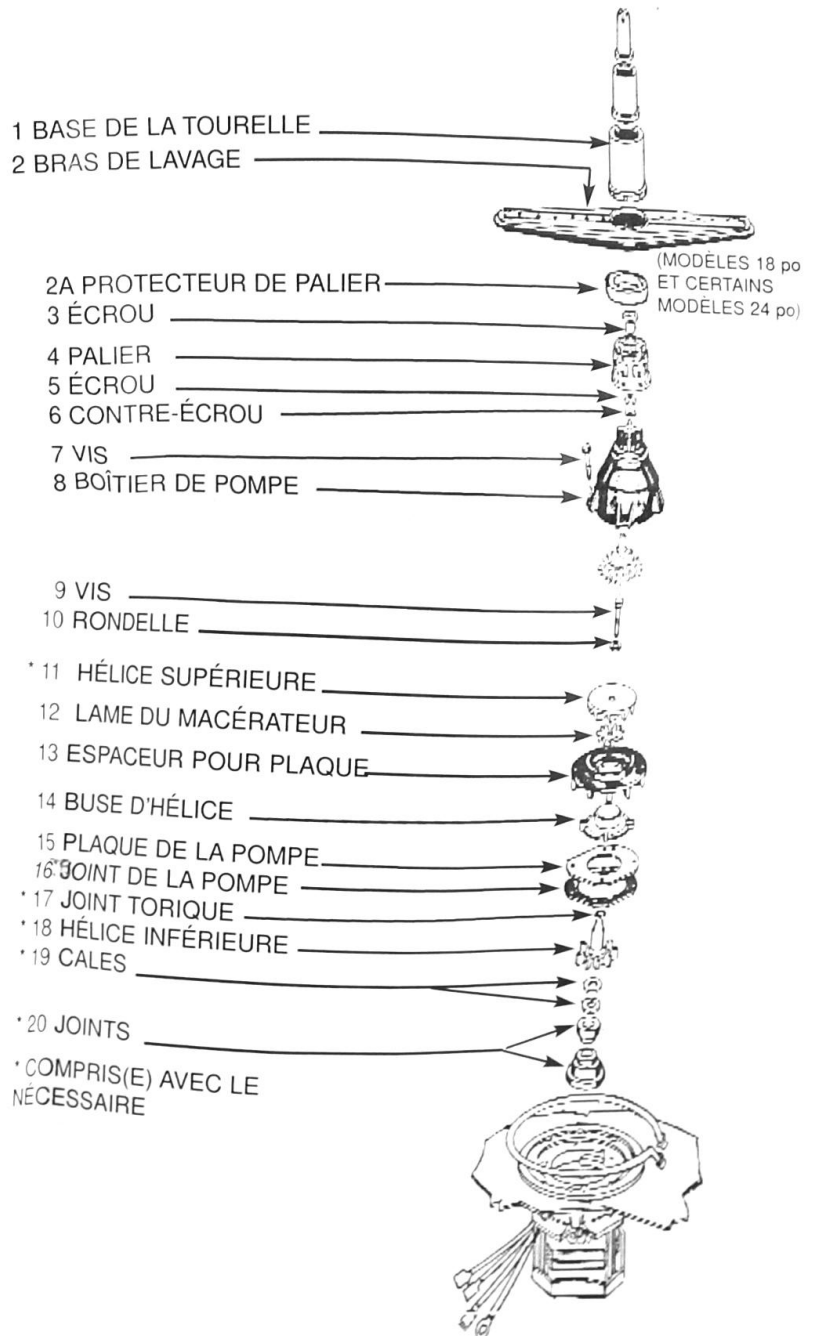

FIGURE 1 - A
Enlevez toutes les pièces de la pompe jusqu'aux pièces de l'hélice inférieure 1 à 14 (Figure 1-A).
8. Réassemblez les pièces de la pompe en inversant l'ordre de leur dépose. Reportez-vous aux figures 1-A. Utilisez le nouveau joint torique compris avec le nécessaire pour fixer l'hélice supérieure à l'hélice inférieure.